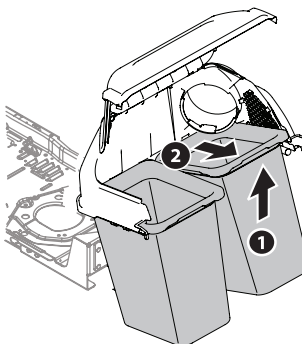

Figure 19
2. Pour retirer les sacs collecteurs, soulevez chaque sac (1) et retirez-le du support (2). Voir Figure 19.